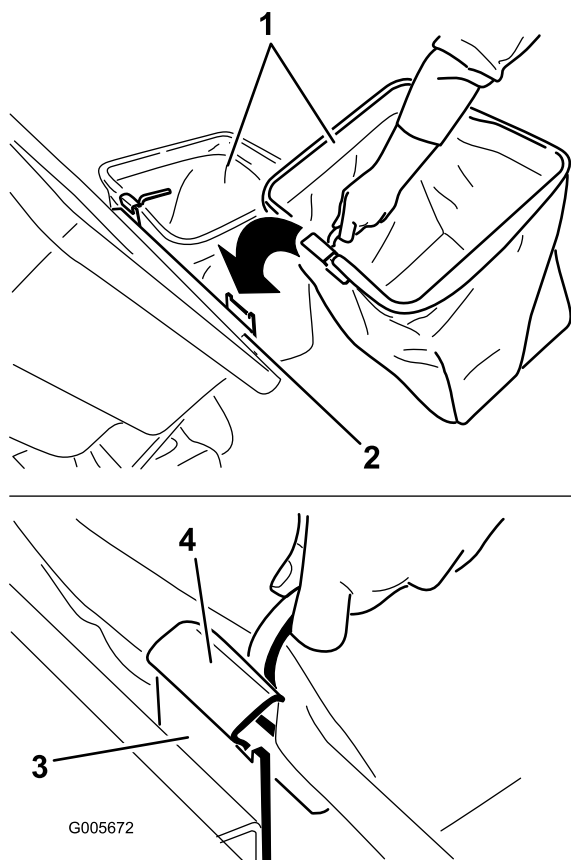

Figura 16
6. Montate i cesti facendo scorrere i ganci dei loro telai sulle staffe di ancoraggio (Figura 16).